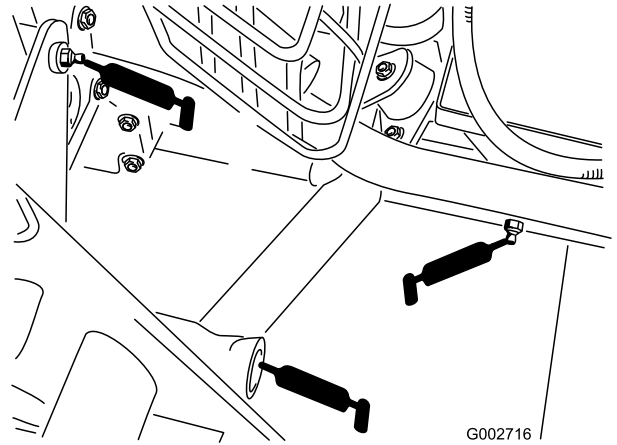

Bild 21
- 5 Lager der hinteren Anhängervorrichtung (Bild 21).